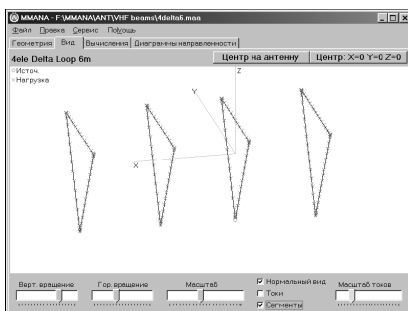

Рис. 21. Закладка «Вид»
**Закладка «Вид».** Выбрав эту закладку, можно посмотреть внешний вид в трёхмерном пространстве описанной вами антенны (или взятой из готового файла) и распределение сегментов и токов по ней. Последнее возможно только после предварительного проведения расчёта в закладке Вычисления, о которой речь пойдёт позднее. Окно этой закладки показано на рис. 21. Движками Верт. вращение, Гор. вращение и Масштаб можно внимательно рассмотреть антенну со всех сторон. Если вы потеряли из виду антенну, нормальное изображение восстанавливается либо флагом Нормальный вид, либо нажатием одной из двух кнопок – Центр на антенну или Центр на  $X = 0, Y = 0, Z = 0$ .